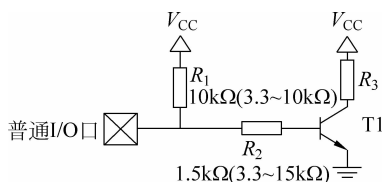

图 3-1-5 典型三极管控制电路
单片机 I/O 引脚本身的驱动能力有限，如果需要驱动较大功率的器件，可以采用单片机 I/O 引脚控制晶体管进行输出的方法。如图 3-1-5 所示，如果用弱上拉控制，建议加上拉电阻 R_1 ，阻值为 3.3~10k Ω ；如果不加上拉电阻 R_1 ，建议 R_2 的取值在 15k Ω 以上，或用强推挽输出。 R_3 为要驱动的负载电阻。
(1) 通过硬件实现高、低电平的逻辑取反功能。例如,在图 3-1-5 中,单片机上电复位后,晶体管 T1 的集电极输出低电平。